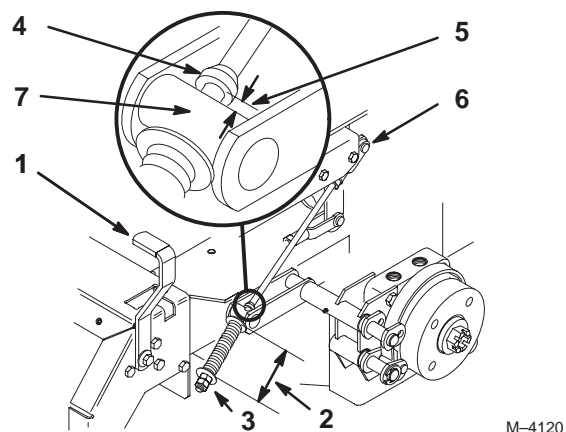

Figure 56
2. Mesurez la longueur du ressort. Les rondelles doivent être distantes de 70 mm (Fig. 56).
3. Si un réglage est requis, desserrez l'écrou de blocage situé sous le ressort et serrez l'écrou directement au-dessous de la chape (Fig. 56). Vissez l'écrou jusqu'à ce que le ressort ait la longueur voulue. Serrez les deux écrous ensemble et répétez la procédure de l'autre côté de la machine.
6. Mesurez la distance entre le galet de tourillon et le collier sur la tige de frein. Elle doit être comprise entre 5 et 7 mm (Fig. 56).
7. Si un réglage est requis, desserrez l'écrou de blocage situé juste au-dessous de la chape. Tournez les écrous de réglage inférieurs jusqu'à obtention de l'écart voulu (Fig. 56). Serrez l'écrou de blocage à la chape.